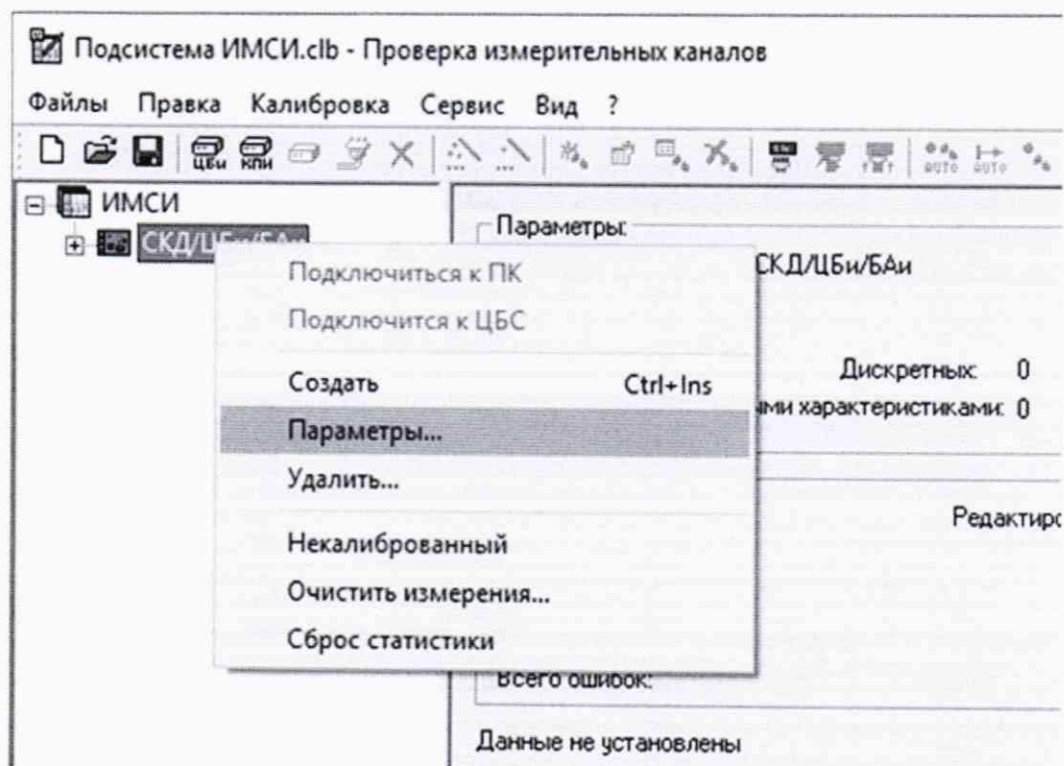

Рисунок 7 – Настройка параметров БАи
- подвести указатель «мыши» к проверяемому блоку автоматики, и «щелкнуть» по нему правой клавишей «мыши». Имя БАи подсветится синим цветом и в открывшемся окне выбрать строку «Параметры» (рисунок 7);